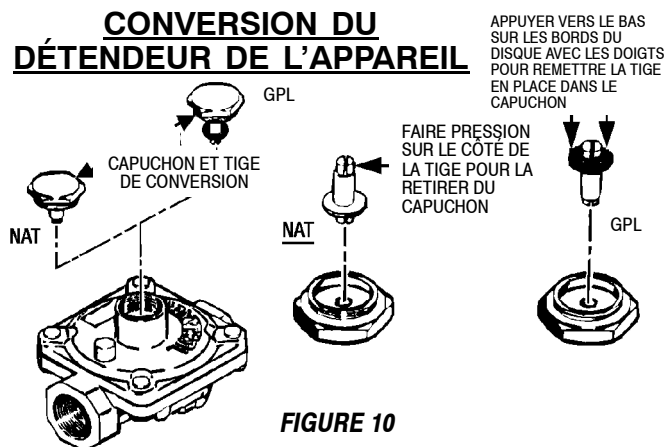

FIGURE 10
(voir la figure 10).
B. INVERSER LE CAPUCHON DANS LE DÉTENDEUR (voir la figure 10)